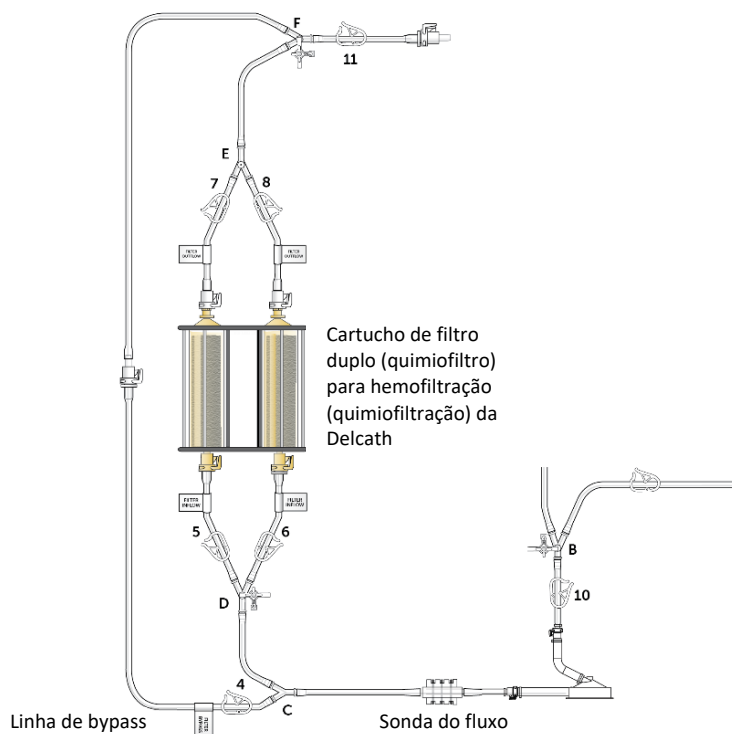

Figura 16
- (a) Feche o clampe 4 e abra os clampes da entrada do filtro (5, 6) e, em seguida, os clampes da saída do filtro (7, 8) e o clampe da saída do circuito (11) (ver Figura 16) e ajuste o fluxo do soro fisiológico normal heparinizado para dentro do filtro para um débito de aprox. 0,5 litros por minuto. Nota: são necessárias pinças hemostáticas para ajustar o débito, caso se recorra à gravidade.